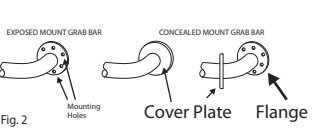

Fig. 2
1. Remove the parts and products from package. If concealed mount Grab Bar is used, move cover plates away from mounting holes. (Fig. 2)
12. If concealed mount Grab Bar is used, move cover plates over mounting holes and firmly press against the wall. (Fig. 2)
1. Retirez les produits et les pièces de l'emballage. Si vous utilisez une barre d'appui avec des fixations dissimulées, retirez les couvre-plaques des trous de montage. (Fig. 2)